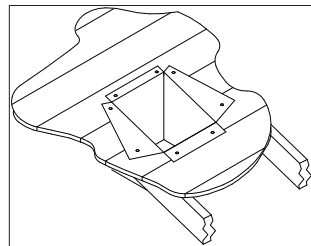

Figura 21
7. Usando tijeras de hojalatero, corte la caja de apoyo desde las esquinas superiores hacia abajo hasta la línea del techo, y doble la aleta resultante sobre el revestimiento del techo (**Figura 21**).